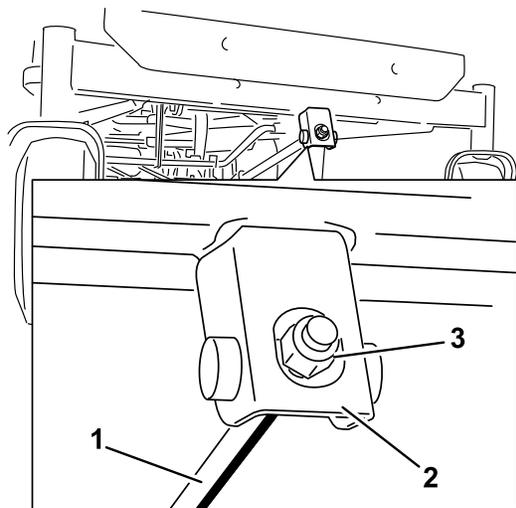

Figura 53
6. Per regolare l'inclinazione longitudinale della lama, ruotate il dado di regolazione nella parte anteriore del tosaerba (Figura 53).